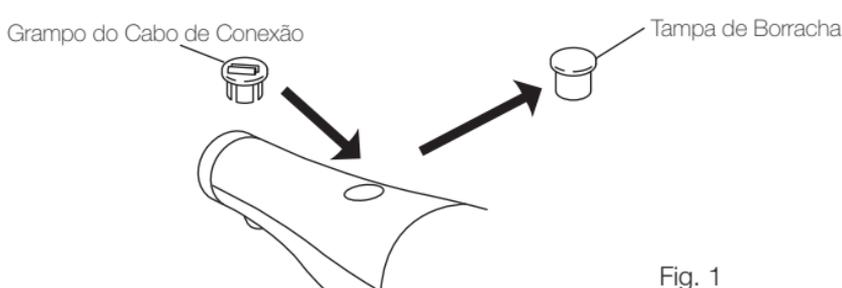

Fig. 1
- 1) Remova a Tampa de Borracha na parte posterior da peça de mão motorizada com a chave de fenda ranhurada e insira o Grampo do Cabo de Conexão. (Fig.1)